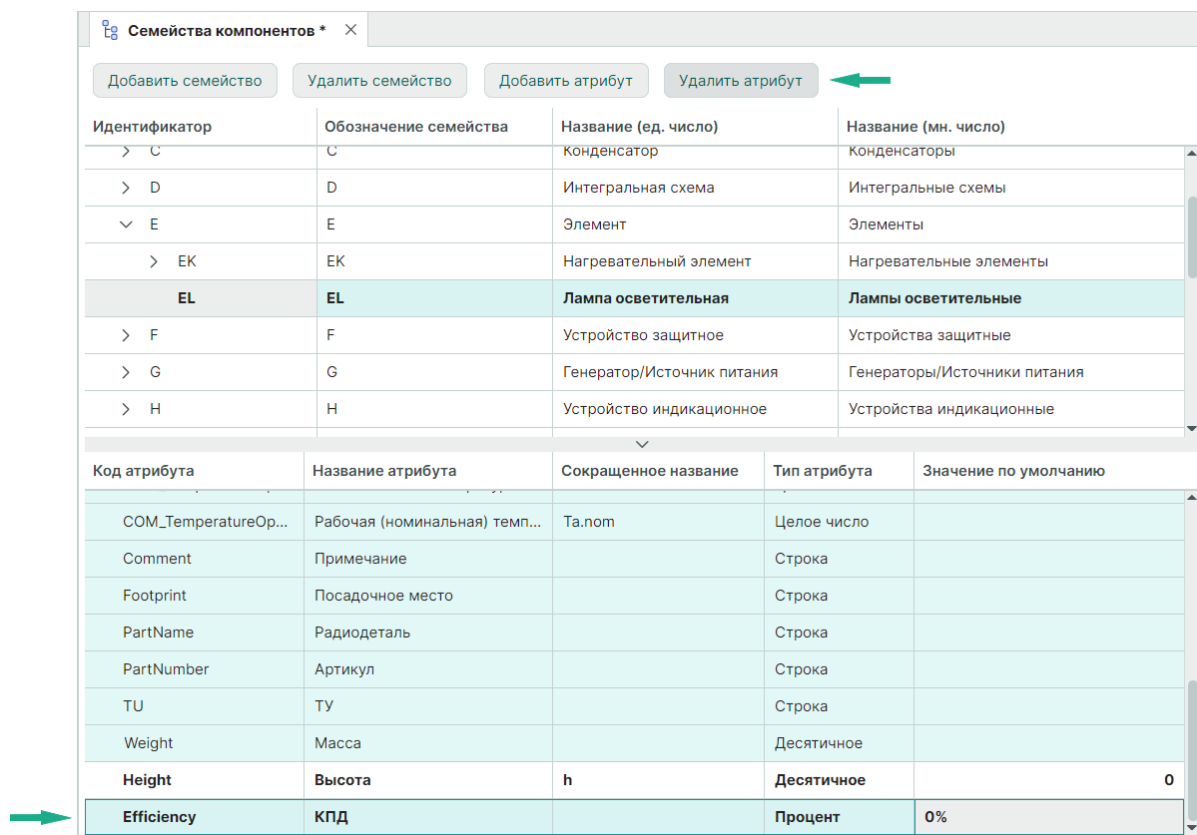

Рис. 39 Выбор атрибута для удаления
3. Выберите в таблице атрибутов тот, который необходимо удалить, см. Рис. 39.